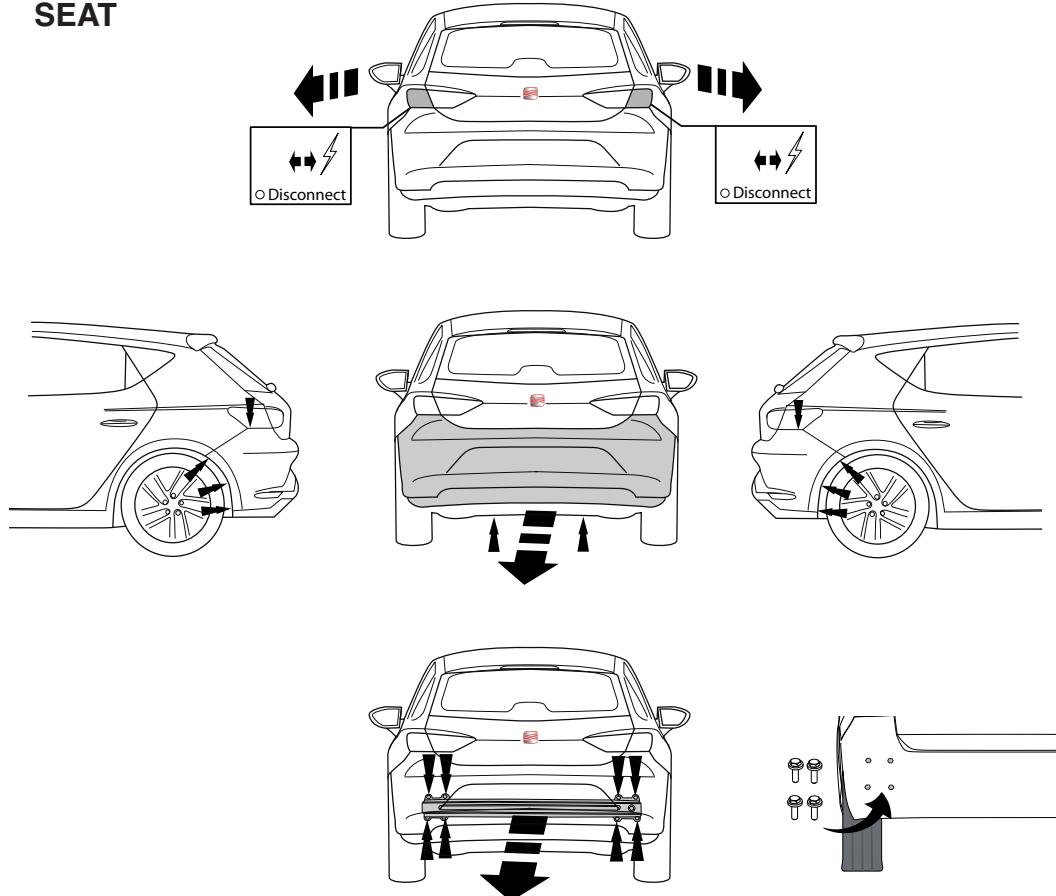

Fig. 1
3. Закрепить буксирный крюк на шасси. См. рисунок 1 / 1а-2 и 3.